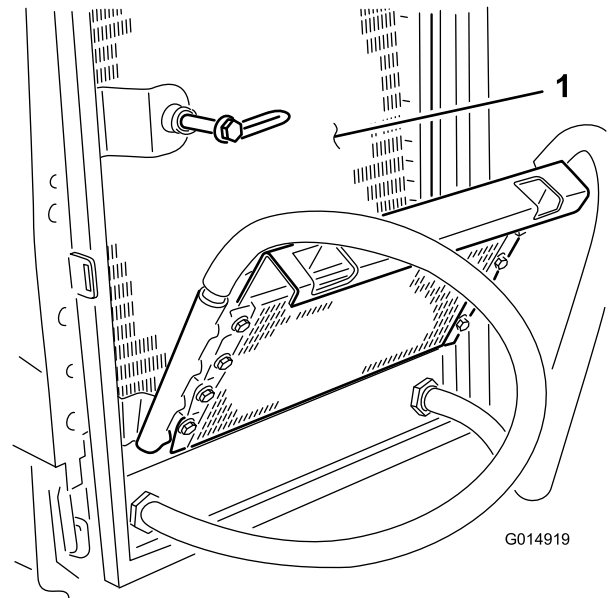

Figura 43
- 8. Pulite accuratamente entrambi i lati del radiatore dell'olio. Dopo l'accurata pulizia di radiatore e radiatori dell'olio, eliminate ogni detrito che possa essersi accumulato in altre parti della macchina (Figura 43) utilizzando l'aria compressa.